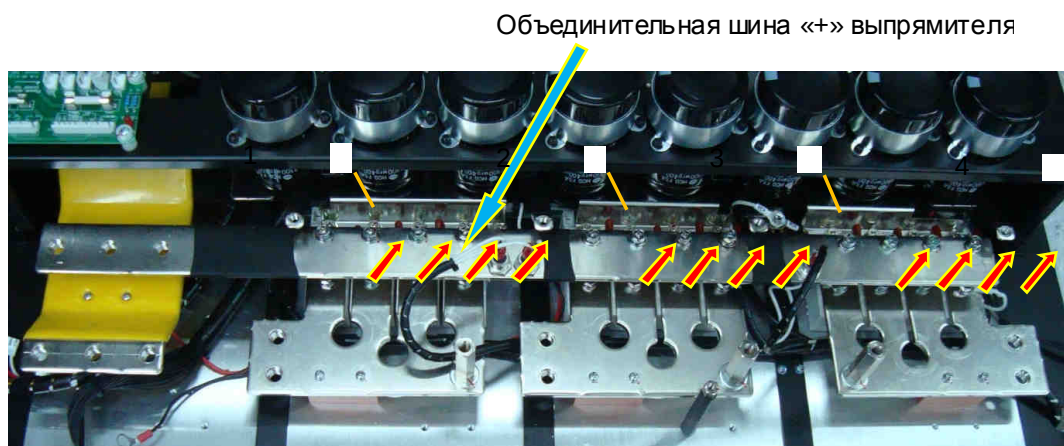

Рис. 7. 24.
7.11.3.9. На выводы блока конденсаторов 1÷4 (рис. 7. 24.) установить объединительную шину средней точки выпрямителя, закрепив ее винтами. Под винт вывода 3 установить клемму провода «VCh» разрядного резистора (рис. 7. 25.).